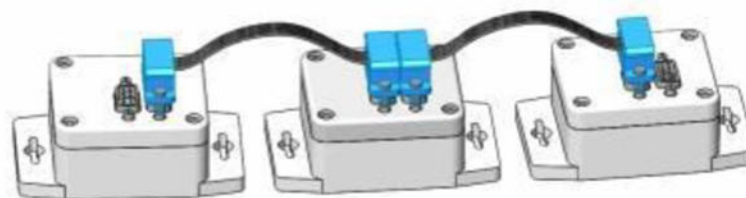

Рис. 7. Блок-схема соединений датчиков «Орбикрафт» (или аналоги)
5. Составить правильную блок-схему расположения всех устройств на корпусе спутника и их соответствие 3D-модели (рис. 7).